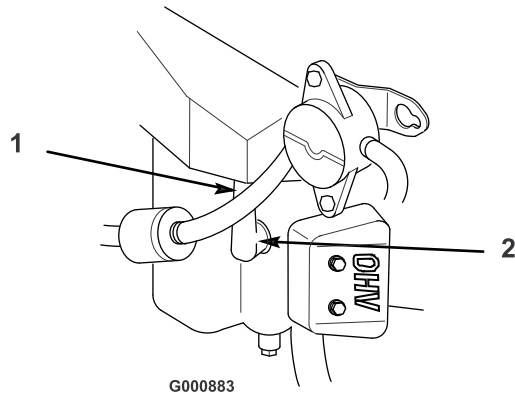

Bild 38
4. Ziehen Sie die Zündkerzenstecker ab (Bild 38). Reinigen Sie den Bereich um die Zündkerzen, um zu verhindern, dass Schmutz in den Motor fällt, was Schäden verursachen kann.
3. Drücken Sie den (die) Stecker auf die Zündkerze(n) (Bild 38).